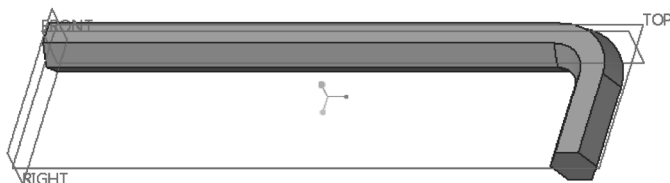

图 4-53 创建的恒定截面扫描特征
8) 在“扫描”选项卡中单击 (完成) 按钮, 结果如图 4-53 所示。